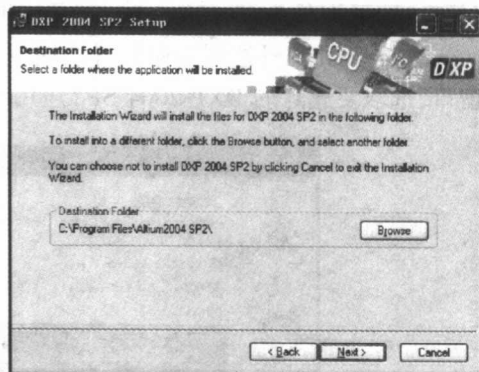

图 1-5 选择安装路径
⑤ 在【Full Name】文本框中输入用户名字,在【Organization】文本框中填写公司的名称,单击【Next】按钮,进入如图 1-5 所示的窗口。